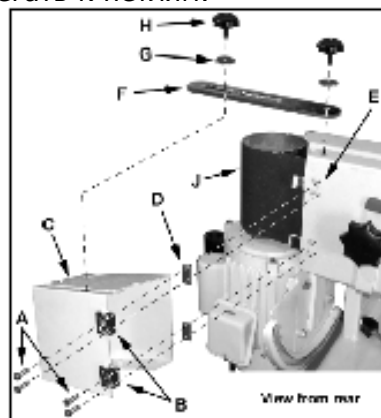

Рис. 5
Закрепите кожух вала (С) (Рис. 5) четырьмя винтами М4х20 (А). Две прямоугольные вставки (D) необходимо вмонтировать между петлями (В) и кожухом шлифовальной ленты (Е). Вставки с закругленными краями должны прилегать к петлям.